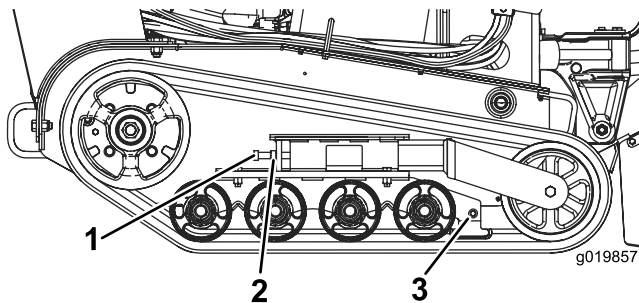

Figure 48
3. Desserrez l'écrou de blocage sur le boulon de tension de la chenille (Figure 48).
4. Serrez le boulon de réglage de tension à un couple de 32,5 à 40,7 Nm pour tendre la chenille (Figure 48).
4. Desserrez le boulon de réglage de tension et l'écrou de blocage (Figure 48).